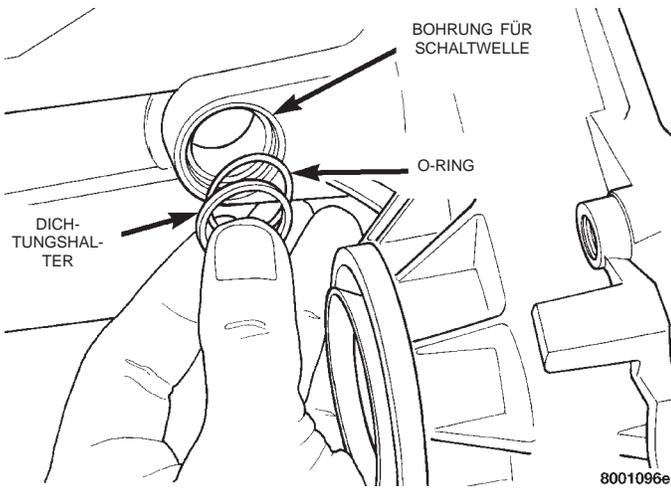

Abb. 27 Buchse und O-Ring des Schaltsegments ausbauen
(6) Die Buchse und den O-Ring des Schaltsegments ausbauen (Abb. 27).